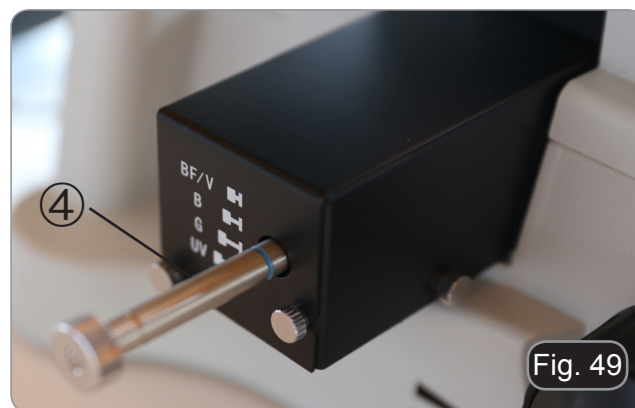

Fig. 49
Déplacer le levier de sélection (situé à gauche du microscope) ④ pour insérer le filtre souhaité : B, G (V et UV - en option). (Fig. 49)